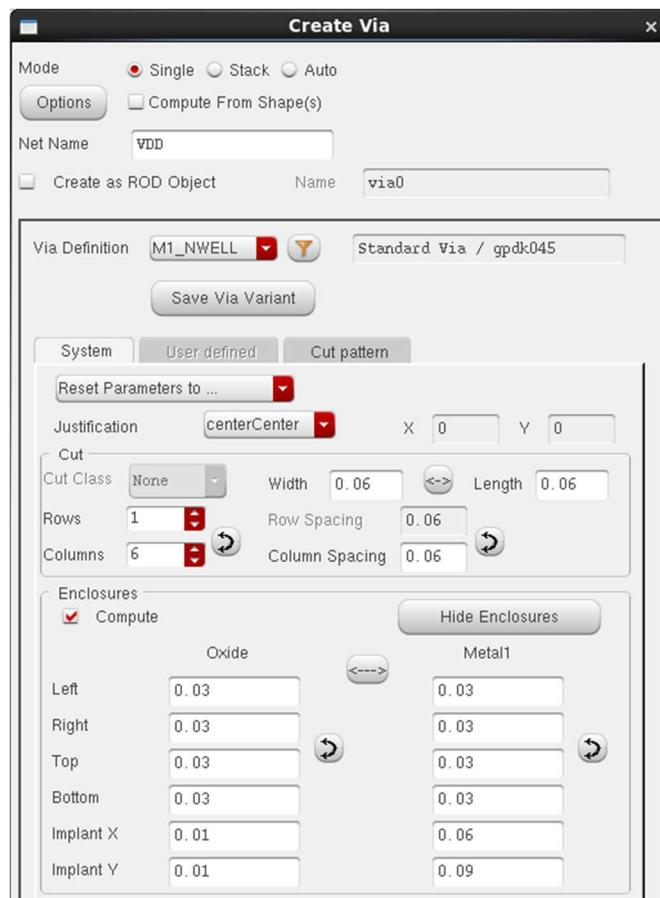

Рисунок 30 – Настройка линейки контактных площадок (шины питания)
5. Следующим этапом создаются контактные площадки для подключения питания к ячейке. Они должны быть в форме линейки длиной равной ширине стандартной ячейки. Для этого нажмите на кнопку в панели инструментов. В появившемся диалоге задайте необходимые параметры контактной площадки, в поле Net Name запишите название необходимого контакта (рисунок 30.). А в разделе Via Definition выберите M1_NWELL для VDD, а для VCC выберите M1_PSUB.